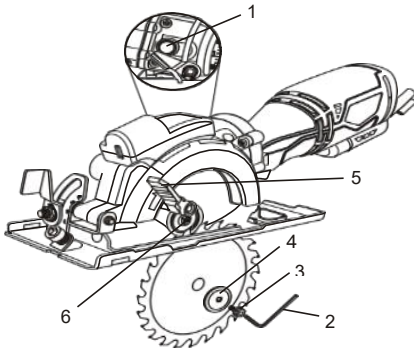

Fig. 1
1. Presione hacia adentro el botón de bloqueo del eje (1) (Fig. 1).
2. Inserte la llave hexagonal de 5 mm (2) en el tornillo de la cuchilla (3). Mientras presiona hacia dentro el botón de bloqueo del eje, gire la llave hexagonal en el sentido de las agujas del reloj hasta que el botón de bloqueo del eje encaje con el eje de la cuchilla. Continúe girando la llave hexagonal en el sentido de las agujas del reloj y retire el tornillo de la cuchilla y la brida de la cuchilla exterior (4).
3. Gire la palanca de protección de la hoja (5) en sentido contrario a las agujas del reloj hasta el tope.
4. Si ya hay una cuchilla instalada en la sierra, levante la cuchilla del eje (6) y deslícela hacia afuera a través de la ranura de suela.